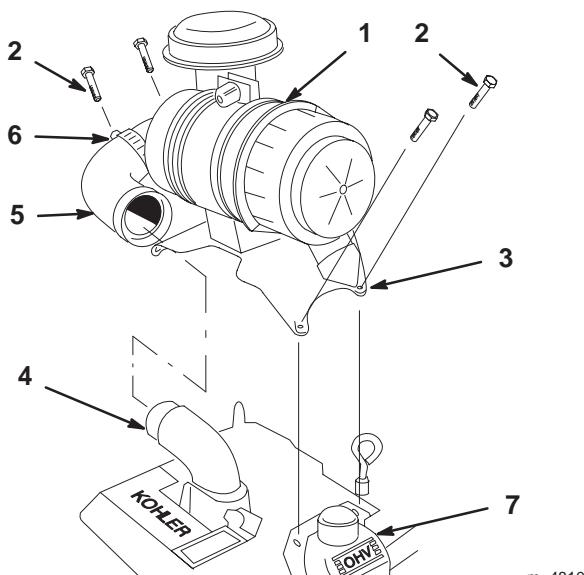

Figure 7
- Sortez le filtre à air de la boîte. Ne séparez pas le filtre à air et son support (Fig. 7).
- Retirez les 2 vis supérieures de montage sur les couvre-culasses (Fig. 7).
- Posez le filtre à air sur le moteur et alignez les trous du support du filtre à air avec ceux des couvre-culasses (Fig. 7).
- Placez les vis dans le support du filtre à air et les couvre-culasses (Fig. 7).
- Retirez les bouchons en plastique du coude d'admission d'air sur le moteur et le flexible du filtre à air (Fig. 7).
- Raccordez le flexible au coude d'admission d'air et au filtre à air. Serrez les colliers pour fixer les raccords du flexible (Fig. 7).